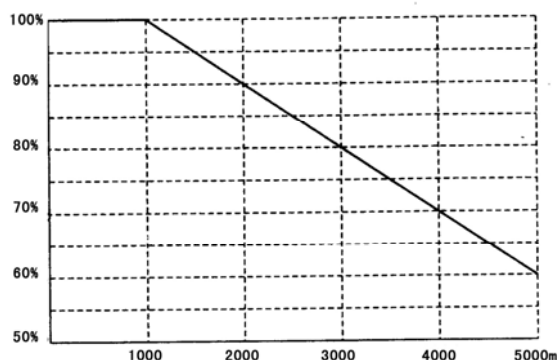

图 2-1 额定输出电流与海拔高度关系图
- (1) 不要安装在多导电尘埃、金属粉末、腐蚀性、爆炸性气体的场所；
- (2) 使用温度：-10~45℃；
- (3) 湿度：20%~90%RH，无水珠凝结；
- (4) 海拔高度：在海拔高度超过 1000 米的地区，由于空气稀薄造成调压器散热效果变差，按 GB/T3859.2-93 标准要求有必要降额使用，额定输出电流与海拔高度的关系如图 2-1 所示。